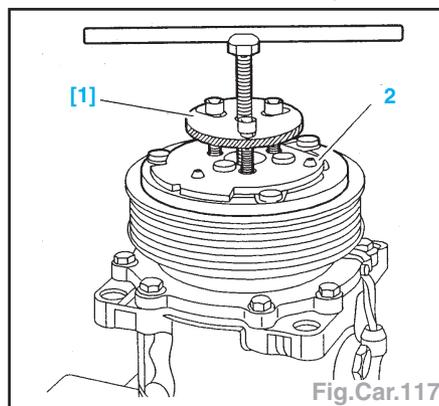

Fig.Car.117
- Mettre en place l'outil [1] (Fig.Car.117).